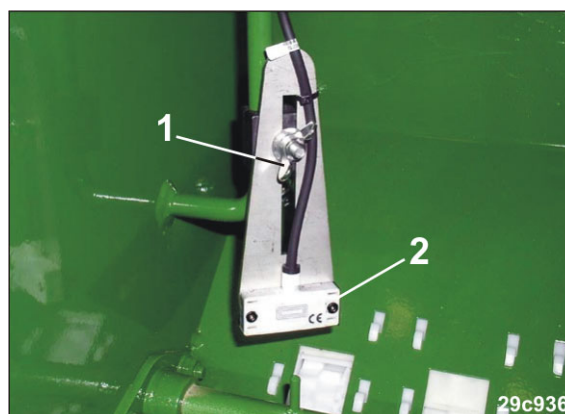

Fig. 71
1. Soltar la tuerca de mariposa (Fig. 71/1).
2. Ajustar la altura del sensor de llenado (Fig. 71/2) de acuerdo con la cantidad residual de semillas deseada.
3. Apretar la tuerca de mariposa (Fig. 71/1).